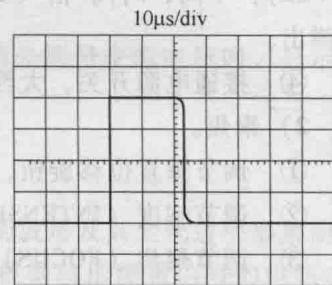

图 1-5 脉冲宽度测量
4) 脉冲宽度测量。脉冲宽度测量如图 1-5 所示，调节脉冲波形的垂直位置，使脉冲波形的顶部和底部距刻度水平线的距离相等，读取上升沿和下降沿中点之间的距离，即脉冲沿与水平刻度线相交的两点之间的距离，然后用公式计算脉冲宽度。
例如，图 1-5 中“Time/div”设定在 $10\mu\text{s/div}$ 位置，则有脉冲宽度为 $T = 10\mu\text{s/div} \times 2.0\text{div} = 20\mu\text{s}$ 。